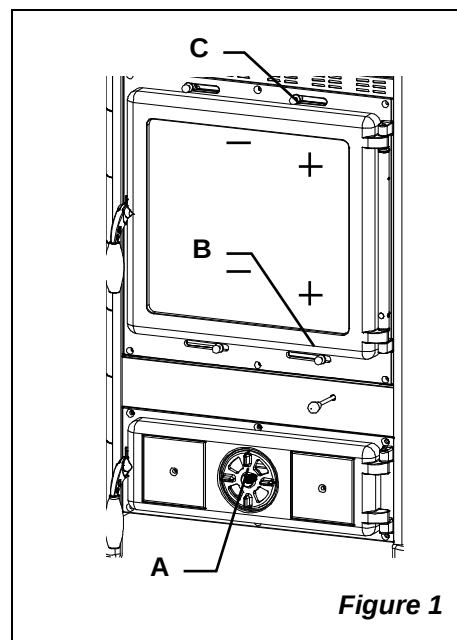

Figure 1
Le registre d'air inférieure (vanne pivotante) règle le passage d'air primaire dans le bas du poêle à travers le bac à cendres et la grille en direction du combustible (Figure 1 - A) L'air primaire est nécessaire pour le processus de combustion. Le bac à cendres doit être régulièrement vidé de façon à ce que les cendres ne puissent gêner l'arrivée de l'air primaire pour la combustion. Le feu est également maintenu en vie par le biais de l'air primaire.
Dans la partie inférieure (Figure 1 - B) et dans la partie supérieure (C) de la porte foyer il y a le régulateur de l'air secondaire. Il doit être ouvert (donc complètement à droite), en particulier pour la combustion du bois.